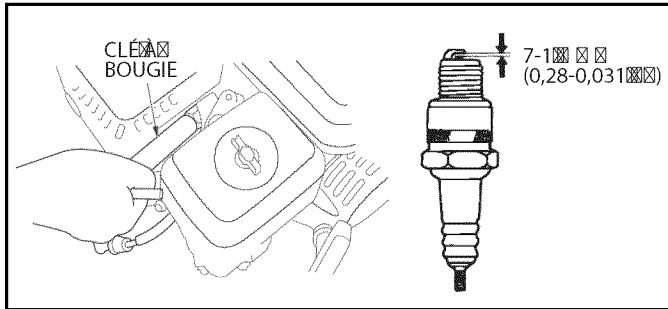

Figure 6-9. Remplacement de la bougie d'allumage
2. Enlevez la bougie et faites-en l'inspection (Figure 6-9).